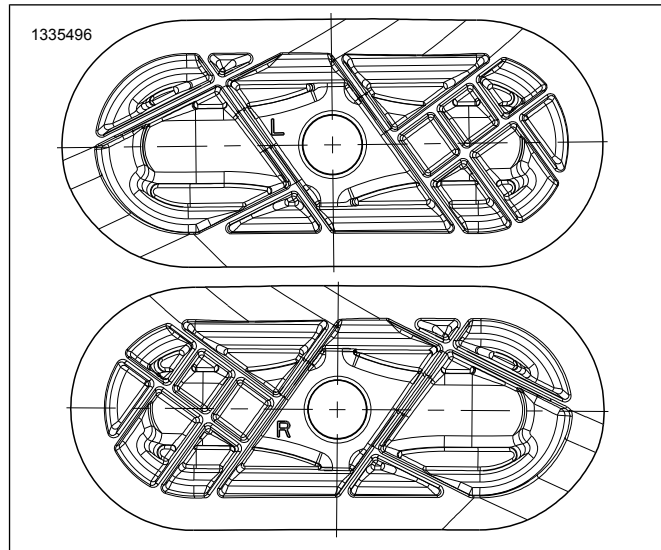

Figure 2. Marquages d'identification gauche/droite
1. Voir la Figure 2. Identifier les protections gauche et droit selon la lettre qui se trouve à l'intérieur de la pièce.